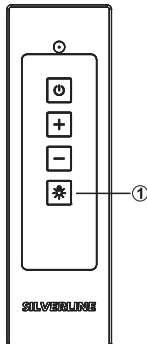

Abb. 19: Licht ein-/ausschalten
1. ➔ Drücken Sie die Taste ⏻ (Abb. 19/1). Das Licht ist eingeschaltet.
2. ➔ Um die Beleuchtung einzuschalten drücken Sie auf der Fernbedienung die Taste (Abb. 19/1).
- nochmals drücken, komplette Beleuchtung ausgeschaltet (Abb. 19/1).